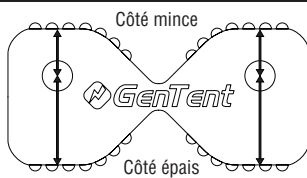
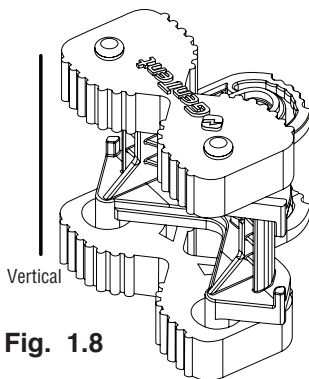
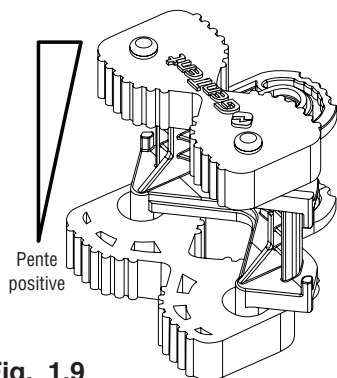
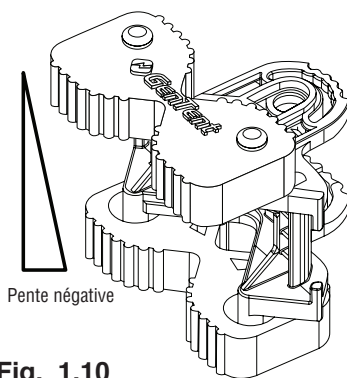

Fig. 1.4
Fig. 1.8
Fig. 1.9
Fig. 1.10
Les Gator Grommets™ (Fig. 1.4) sont pressés sur les goupilles du renfort d'angle pour créer un assemblage de montage en coin. Les œillets permettent à l'ensemble de saisir le boîtier de la génératrice sans endommager la surface. Chaque Gator Grommet™ a deux (2) épaisseurs permettant un ajustement optimal sur différentes formes de boîtiers.
Les « Gator Grommets™ » sont utilisés pour maintenir les renforts d'angle aussi à niveau que possible sur le boîtier et pour donner à l'ensemble de montage une prise ferme contre le boîtier. Utilisez les schémas des figures 1.8, 1.9 et 1.10 pour voir comment installer les « Gator Grommets™ » en fonction de votre pente.
- e. Si vous avez un boîtier qui est droit de haut en bas (boîtier vertical); installez les deux « Gator Grommets™ » de façon à ce que le côté « fin » (Fig. 1.4) soit face au boîtier de la génératrice. (Fig. 1.8)
- f. Si vous avez un cas qui s'incline à la base (pente positive); installez le « Gator Grommet™ » supérieur avec le côté « fin » (Fig. 1.4) et le « Gator Grommet™ » inférieur avec le côté « épais » (Fig. 1.4) face au boîtier (Fig. 1.9)
- g. Si vous avez un cas qui s'incline à la base (pente négative); installez le « Gator Grommet™ » supérieur avec le côté « épais » (Fig. 1.4) et le « Gator Grommet™ » inférieur avec le côté « fin » (Fig. 1.4) face au boîtier. (Fig. 1.10)